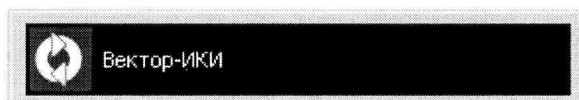

Рисунок 2
5.6.2 С помощью манипулятора ноутбука навести курсор на иконку “Вектор-ИКИ” в меню “Пуск” ОС Windows (рисунок 2) и запустить программу.